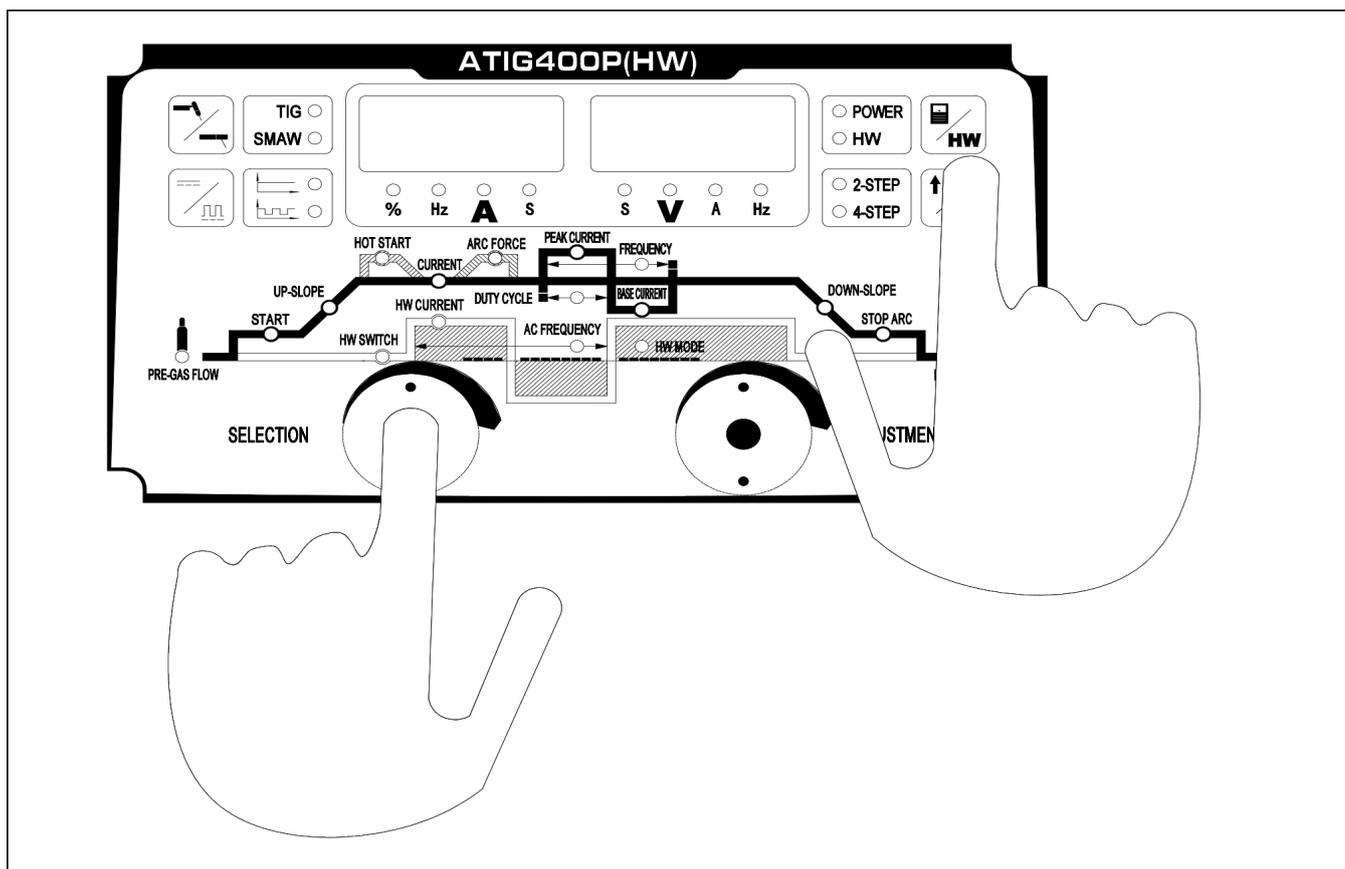

Рис. 4-3-8: восстановление заводских настроек
- При использовании горелки с водяным охлаждением, одновременно нажмите и удерживайте ручку выбора и ручку регулировки в течение 3 секунд. Машина отобразит код "E0A/806" и настроится на водяное охлаждение. Запустите блок водяного охлаждения; код "E0A/806" автоматически исчезнет, как только блок нормально заработает (Рис. 4-3-8).
Нажмите и удерживайте ручку задания параметров и кнопку выбора режима сварки (2-ходовый / 4-ходовый) для восстановления заводских настроек. (Рис. 4-3-8).